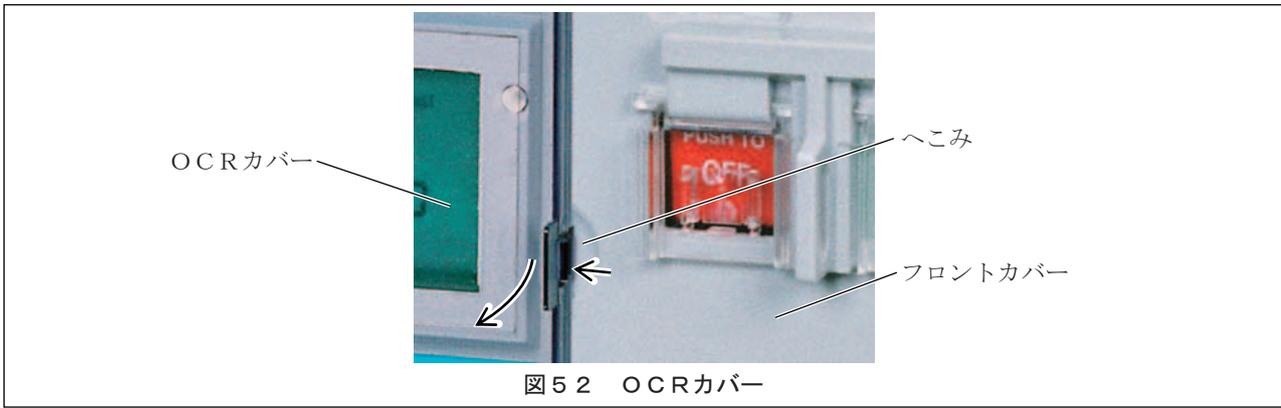

図52 OCRカバー
- 1) 図52に示すOCRカバーの右端のフロントカバーへこみに指を入れ、OCRカバーを左に押して開き止めの掛かりを外し、OCRカバーを開きます。OCRカバー施錠時は、開錠してからOCRカバーを開きます。